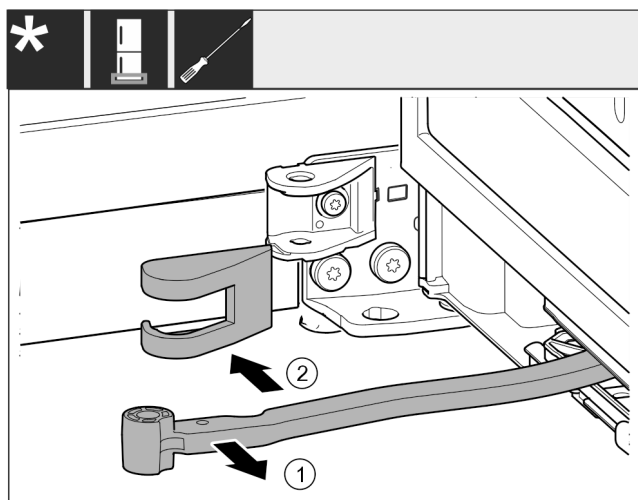

Fig. 16
- ▶ Girar la articulación en dirección a la puerta. Fig. 16 (1)
- ▶ Retirar la cubierta del soporte de apoyo. Fig. 16 (2)